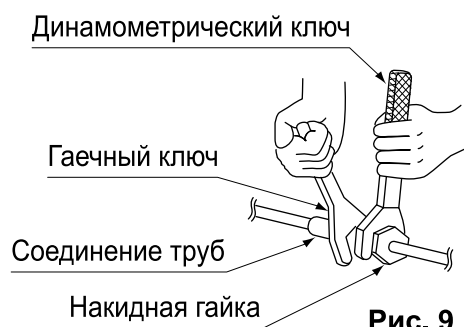

Рис. 9
- При присоединении труб к блоку и/или отсоединении от него проследите за совместным использованием обычного гаечного ключа и гаечного ключа с ограничением по крутящему моменту, как показано на рисунке. **(См. рис. 9)**